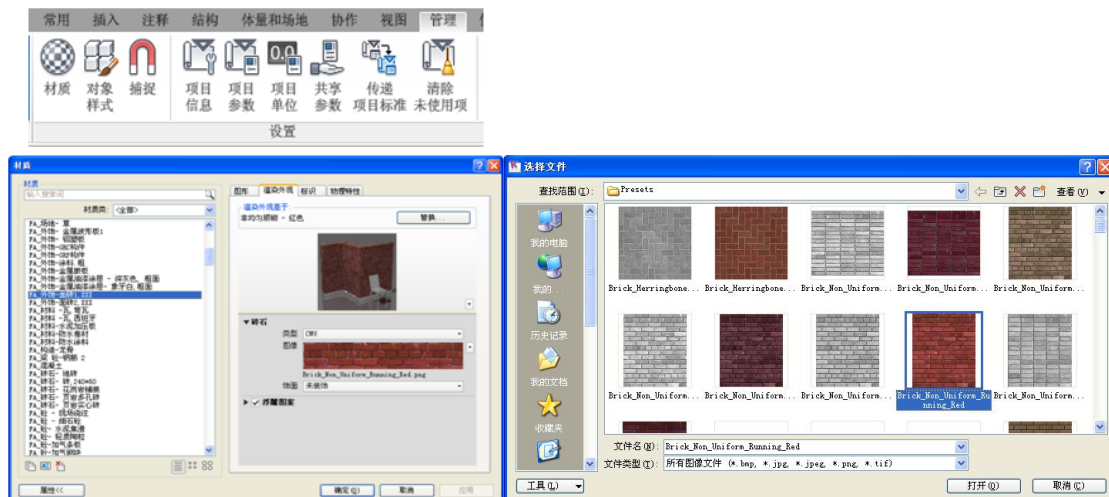

图 5-81
18) 点击“管理”选项卡>“材质”按钮在弹出对话框中选择材质“FA\_外饰-面砖 1,XXX”，设置渲染外观面板中的图像文件为“Brick\_Non\_Uniform\_Running\_Red.jpg”，相同操作，修改材质“FA\_外饰-面砖 1,XXX”，设置其渲染外观中的图像文件为“CMU\_Running\_200x400\_Light\_Gray.jpg”，点击“确定”，完成材质修改（如图 5-81 所示）。